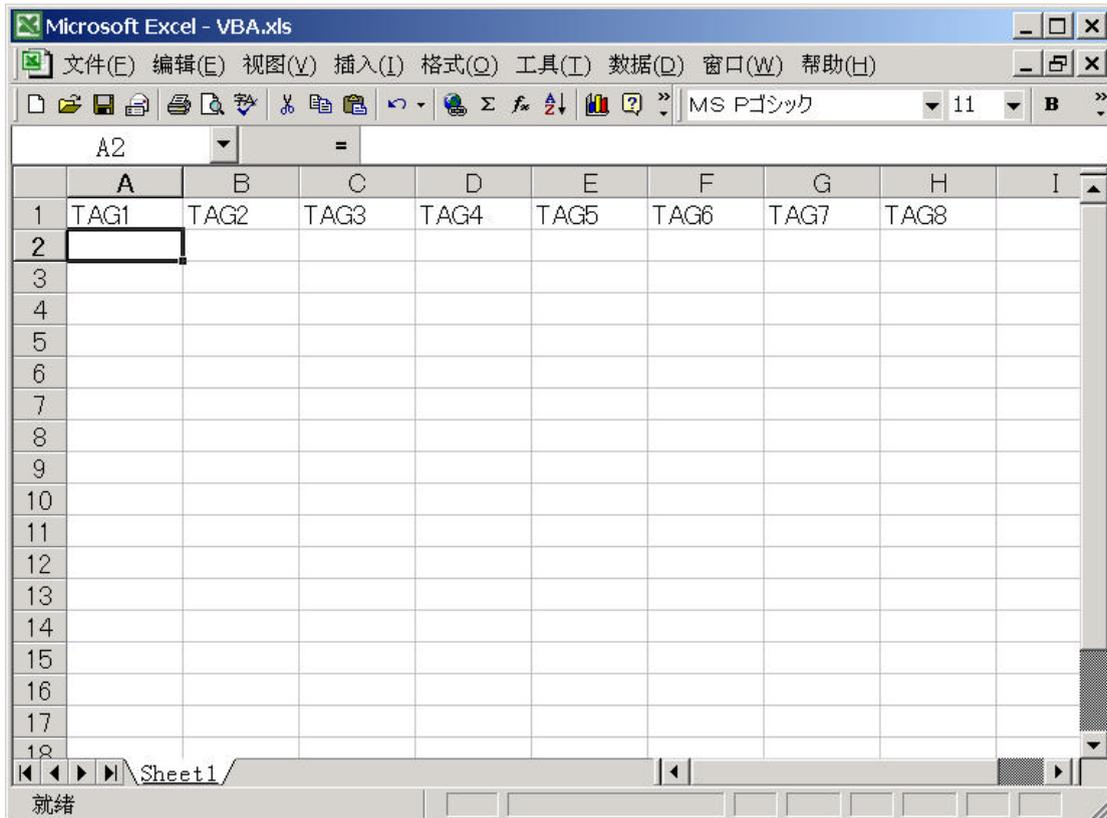

图 4-7 项名的设置
- 1) 请在Excel工作表的从A1开始到H1的单元格内,写入OPC_Open子程序所要访问的8个OPC标签标识符(图4-7)。